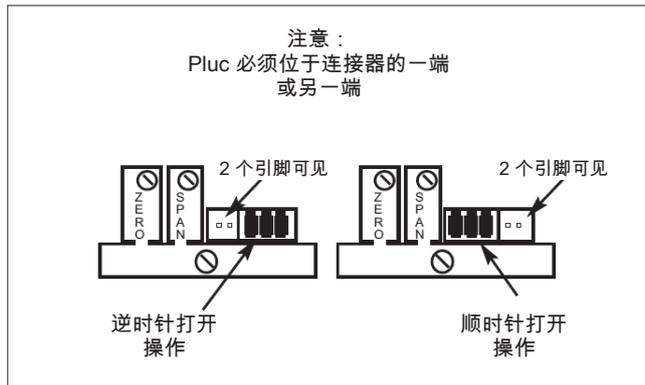

图.39 变送器操作的插头设置。
- 电位计电缆现在可以重新连接到变送器板的端子引脚。根据阀门的操作方向定位端子插头（见图 39）。插头必须始终与变送器板上五脚端子的一端或另一端对齐。